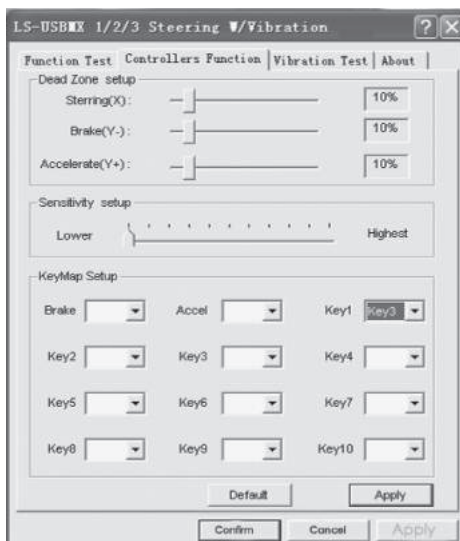

Рис. 8
- Выберите закладку «Controllers Function» для настройки осей и клавиш (рис. 8). Настройка осей и клавиш (не поддерживается ОС Vista 64) а) настройка Dead Zone setup («мертвой зоны»): манипулятор не будет реагировать на незначительное нажатие на педали газа (Accelerate Y+) и торможения (Brake Y-) и повороты руля (Steering X), поэтому нужно установить необходимые поправки (рис. 8);
- настройка Sensitivity setup (чувствительности): чем выше установлена чувствительность, тем быстрее и оперативнее будет реакция манипулятора на нажатие педалей и повороты руля, поэтому нужно установить необходимые установки – в пределах от Lower (низкого) до Highest (см. рис. 8);
- в разделе KeyMap Setup можно перепрограммировать значение клавиш: для этого напротив обозначения клавиши необходимо выбрать нужное значение (см. рис. 8);